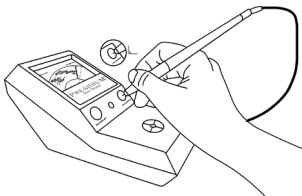

图 1.5
- 将探针头顶在指示灯右边的钻石检测盘上(图 1.5)。施加足够压力，使针头完全缩进探针笔中。完成此操作后，在两到三秒钟内，指针应该摆至最高点，深入仪表指示盘的绿色条带中。